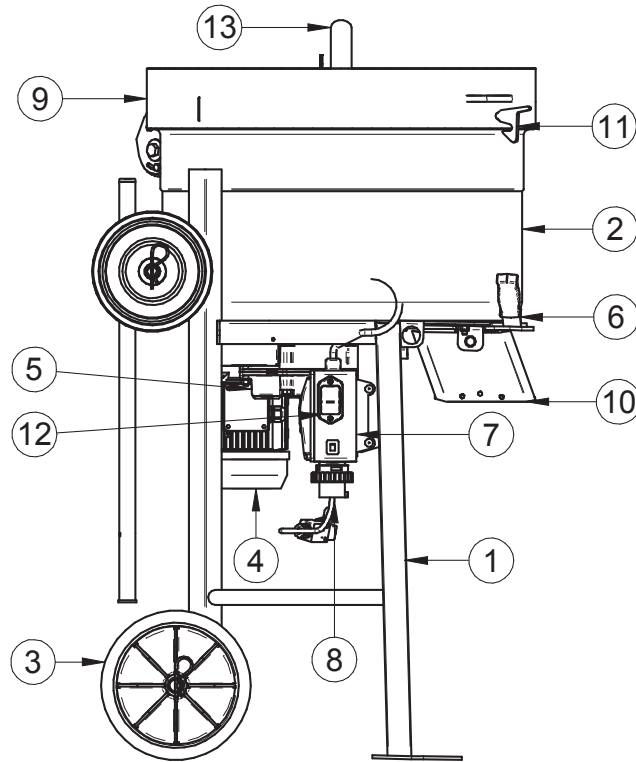

FIG.1
-Togliere la mescolatrice dall'imballo e posizionare verticalmente evitando inclinazioni superiori ai 5°(fig.1).
La mescolatrice è dotata di un anello posto sopra la vasca di mescolamento che, collegando il bocchettone (rif.13,fig.1) ad una sistema di aspirazione (non fornito con la macchina), consente la riduzione delle polveri emesse.
-L'arresto della macchina si effettua premendo il pulsante posto sul quadro elettrico (rif.12,fig.1).